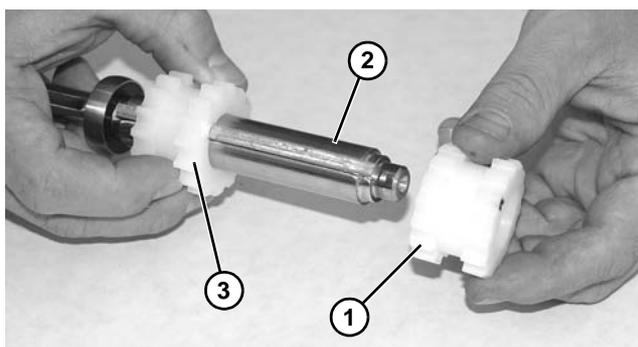

Abbildung 55
3. Das/die frei bewegliche Kettenrad/Kettenräder (**Abbildung 55, Teil 1**) vom Ende der Treibrolle (**Abbildung 55, Teil 2**) schieben.
4. Lage des festen Kettenrads (**Abbildung 55, Teil 3**) messen, Stellschraube lösen und festes Kettenrad ausbauen.